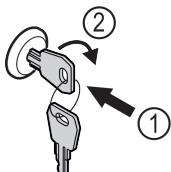

Fig. 140
- Introduceți cheia prin apăsare Fig. 140 (1).
- Rotiți cheia cu 90° în sensul acelor de ceasornic Fig. 140 (2).